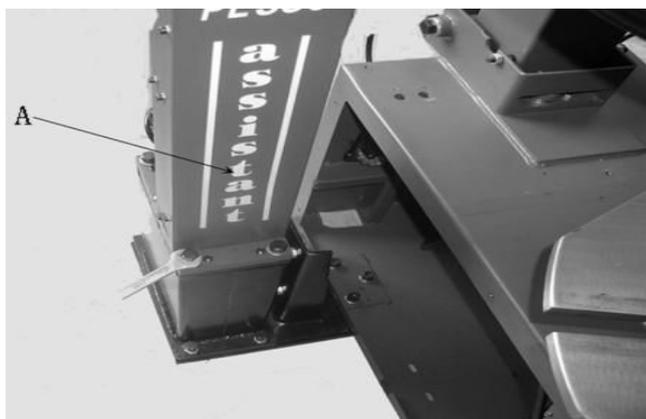

図 7-3
7.1.4 ボディブラケット(図 7-3 A)をシートアッセンブリーに位置を合わせて取り付けます。取付前に外したネジで仮止めします。(図 7-3)